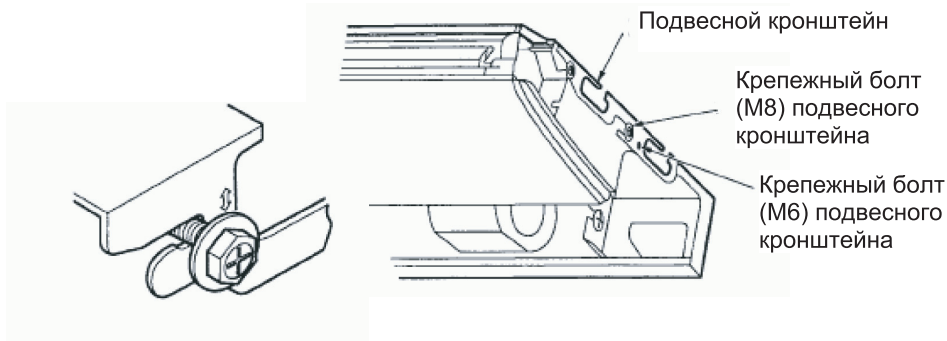

Рис. 10.12
10.3.7 Для установки блока на стену необходимо приподнять его и повесить на установочный болт в соответствии с рис. 10.12.